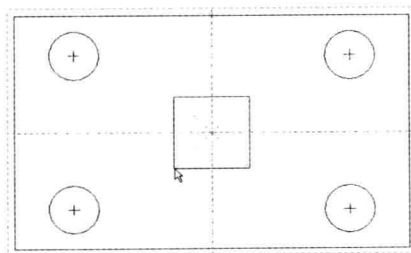

图 2-40 拖曳鼠标
Step 03 在绘图区中心线的交点上单击鼠标左键，确定中心矩形的第一点，并拖曳鼠标，如图 2-40 所示。